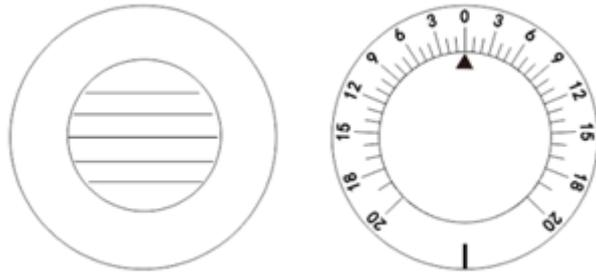
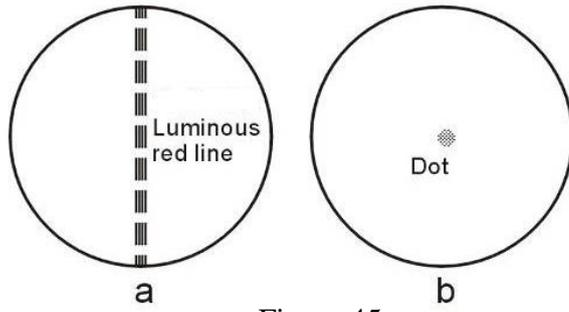
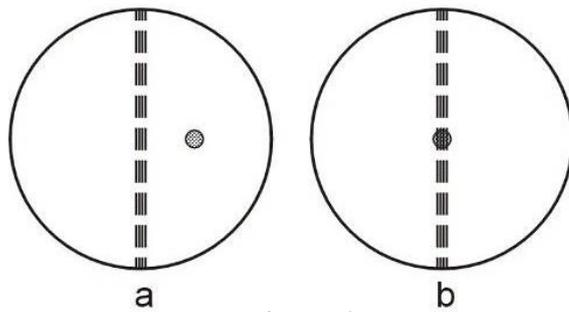
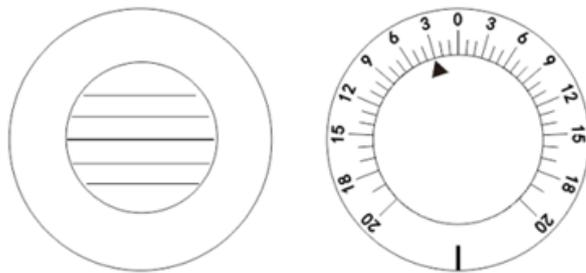

Figura 44
Figura 45
Figura 46
Figura 47
(1) Método de varilla Maddox y prisma giratorio
una. Primero realice una medición de foria horizontal. Proceda de acuerdo con (1) método de prisma giratorio descrito en 6.8.5 Prueba de equilibrio binocular. Gire la perilla de rotación de la lente auxiliar ② y coloque el ojo derecho en MR_{RH} (figura 44). Gire la perilla de rotación del prisma ① con su ajuste 0 en el símbolo del triángulo mirando hacia el ojo izquierdo. Encienda una pequeña luz de fijación en la posición donde se proyecta el gráfico. Ahora el ojo derecho de Testee puede ver una línea vertical roja (vea la figura 45 a) y su ojo izquierdo puede ver un punto de luz (vea la figura 45 b). Probablemente sean (a) o (b) de la figura 46. El punto de luz también se moverá cuando la perilla de rotación del prisma ① se gira. Luego pídale al paciente que diga cuándo ve la imagen que se muestra en la figura 46 b. El resultado de la prueba se muestra en la figura 47. La escala de rotación del prisma se muestra como 2. El resultado de $2\Delta I$ (base hacia adentro) representa una inclinación de 2Δ hacia afuera.